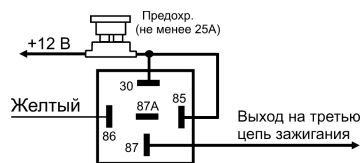

Рис.8. Пример подключения цепи "Зажигание-3".
**Желтый провод** – программируемый выход с потенциалом "массы" и максимальной нагрузочной способностью 200 мА. Может быть использован для подключения третьей цепи зажигания, используемой в некоторых типах автомобилей, или для подключения третьей цепи аксессуаров. Подключение третьей цепи зажигания указано на Рис.8. Не соединяйте разделённые цепи зажигания между собой, используйте дополнительное реле.